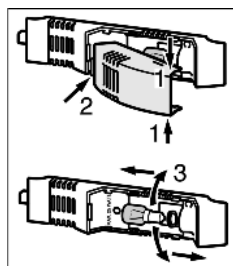

Fig. 16
- ▶ Chwycić kłosz żarówki u góry oraz na dole i wyciągnąć Fig. 16 (1).
- ▶ Kłosz żarówki wyjąć z tyłu z uchwytów i odchylić Fig. 16 (2).
- ▶ Wymienić żarówkę Fig. 16 (3).